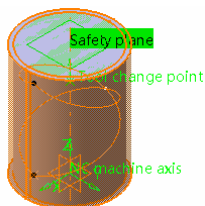

图 4-44 创建安全平面（2）
- 单击 Safety plane 按钮, 系统提示“Select a planar face or point to define the safety plane”, 选择毛坯上表面, 系统创建安全平面（2）如图 4-44 所示。